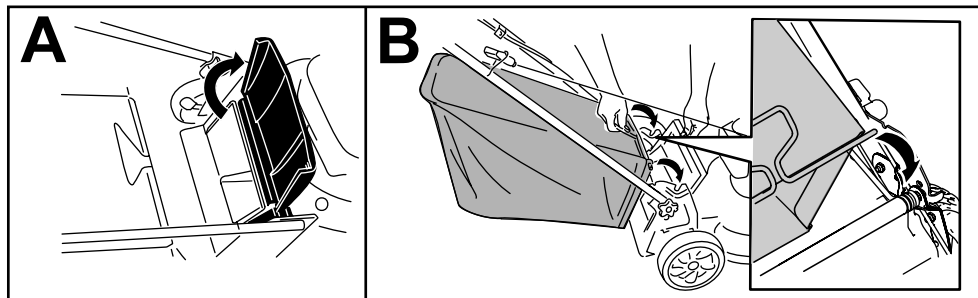

Рисунок 21
1. Поднимите и удерживайте в поднятом положении задний дефлектор (вид А на Рисунок 21).
2. Установите травосборник и убедитесь в том, что стержни травосборника вошли в пазы на рукоятке (вид В на Рисунок 21).